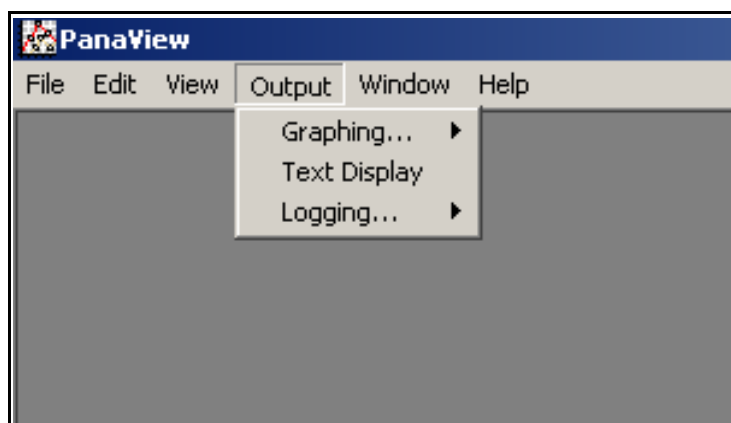

Рис. 2: Меню Output
Для получения доступа к параметрам обработки данных PanaView вызовите меню выходов, как показано на *Рис. 2* внизу.
2. Вызовите меню *Output* (Выходы) и нажмите *Text Display* (Отображение текста) (см. *Рис. 2 стр 35*).
2. Вызовите меню *Output* (Выход) и нажмите опцию *Graphing — New* (Построение нового графика) (см. *Рис. 2 стр 35*).